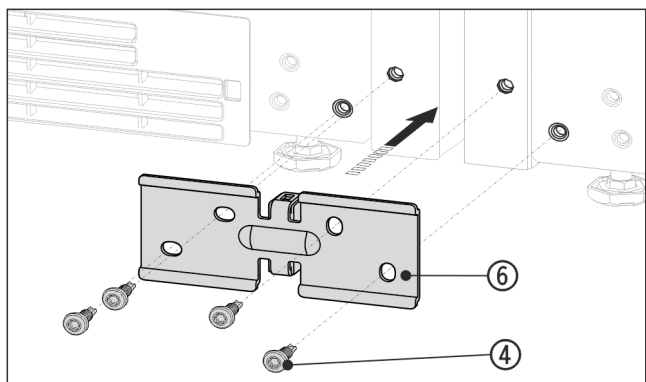

Fig. 14 Representación a modo de ejemplo
- ▶ Deslice el ángulo Fig. 14 (6) con el espaciador entre los aparatos y apriete con los 4 tornillos Fig. 14 (4).